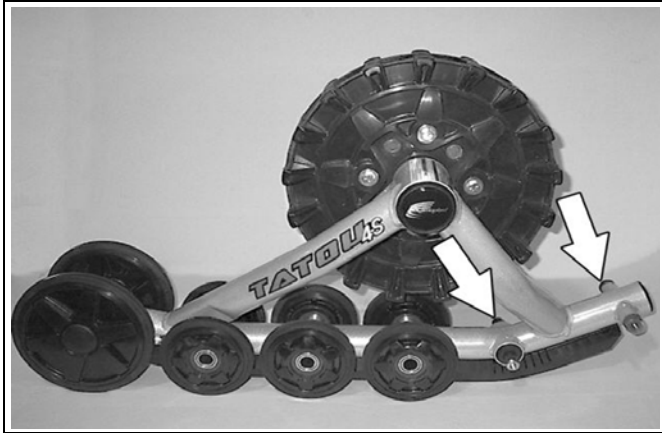

Abbildung 21
- Nehmen Sie die beiden 201-mm Laufräder, die am gegenüberliegenden Ende vom Kettenspanner angebracht sind, ab (siehe Abbildung 21).